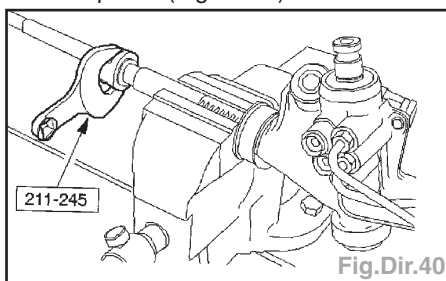

Fig.Dir.40
- Poser la biellette de direction, à l'aide de l'outil spécial (Fig.Dir.40).